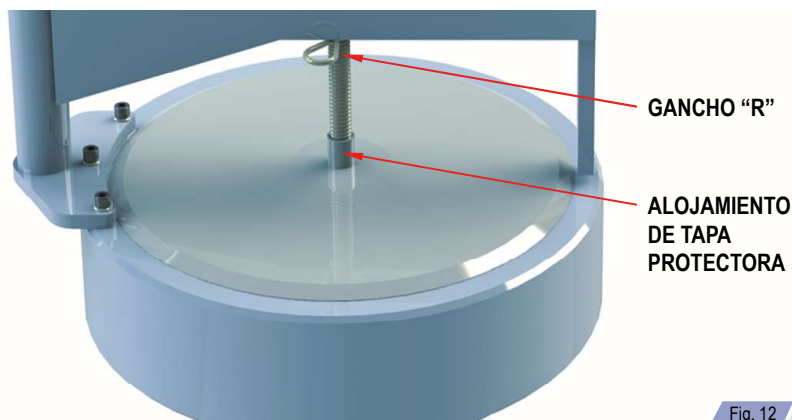

Fig. 12
3. Bajar el esparrago de elevación hasta que apoye en el alojamiento de la tapa protectora. Ver fig. 12.
4. Colocar el gancho "R" que bloquea el esparrago de elevación. Ver fig. 12.